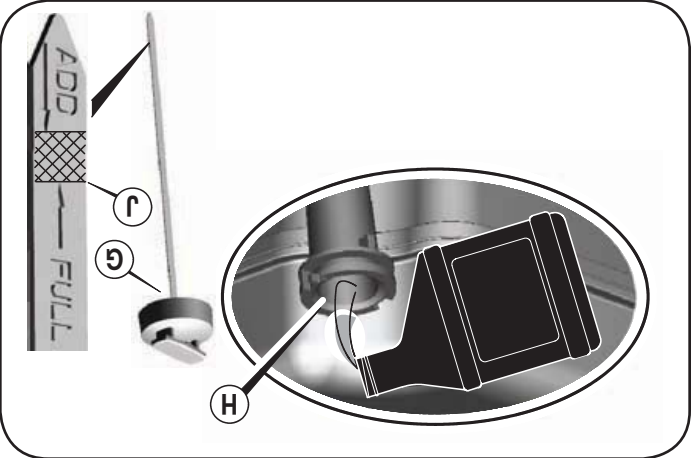

Figure 13
1. Sortez la jauge à huile (G). Voir la Figure 13.
2. Placez le motoculteur sur une surface plane et utilisez un entonnoir pour verser tout le contenu du bidon dans le moteur (H).
3. Insérer la jauge et la visser. Sortir la jauge et vérifier le niveau d'huile. Voir la Figure 13.
4. S'il est plug bas, verser coucement de l'huile dans l'orifice de remplissage du moteur (H). **Ne pas trop remplir.** Après avoir ajouté de l'huile, attendre une minute et revérifier le niveau d'huile.